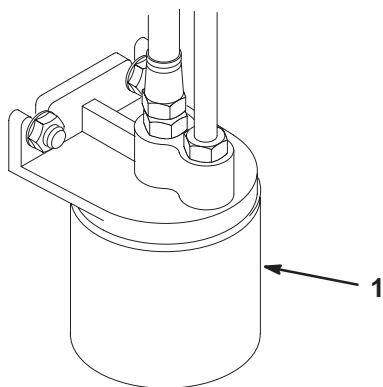

Figure 47
3. Placez un bac de vidange sous le filtre, déposez le filtre usagé et essuyez la surface du joint de l'adaptateur (Fig. 47).